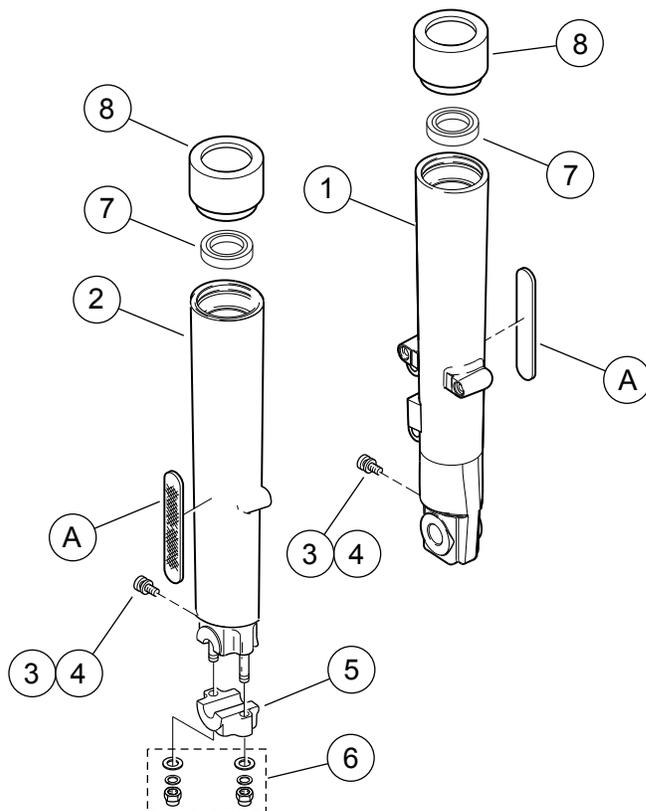

Figura 3. Peças de reposição: tubos externos cromados do garfo
Veja a Figura 3 e a Tabela 1.
3. Desmonte os tubos internos dianteiros de acordo com as instruções do Manual de serviço e substitua os tubos externos originais do garfo pelos tubos cromados (veja a Figura 3, itens 1 e 2) do kit.
4. Monte os tubos dos garfos dianteiros, substituindo as vedações, buchas ou outras peças adicionais desgastadas, conforme necessário. Dois **novos** retentores de óleo do tubo externo (7) estão incluídos no kit.
- Usando um pedaço de fio dental (ou material semelhante) com um movimento para frente e para trás, solte o refletor (Figura 3, A) do tubo externo do garfo em ambas extremidades. Gire o refletor de um lado para o outro até que ele possa ser removido do tubo externo do garfo. Retenha o refletor para instalação no **novo** tubo externo. Repita o procedimento para o tubo externo do garfo do outro lado.